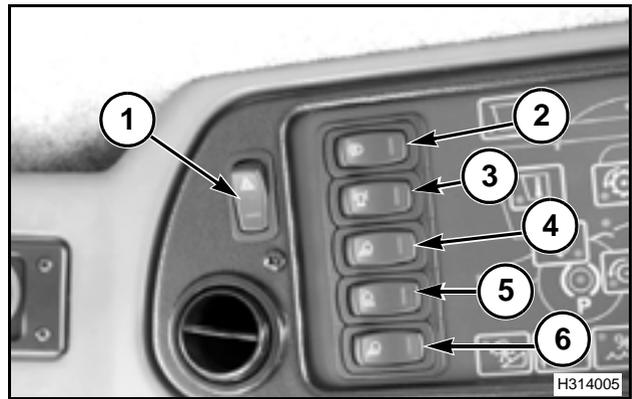

FIG. 40
FIG. 40: El interruptor de las luces de baliza (1) es una tecla de dos posiciones que operan las luces intermitentes delanteras y las traseras de color ámbar (y luces de color ámbar de la plataforma).